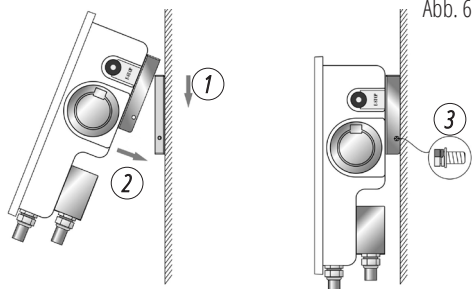

Abb. 6
SCHRITT 4. AUFHÄNGEN DER LADESTATION AN DER WAND. Befestigen Sie die Ladestation, wie in Abb. 6 gezeigt, an die Wandhalterung und sichern Sie diese mit den Schrauben auf der linken und rechten Seite, um die Installation abzuschließen.